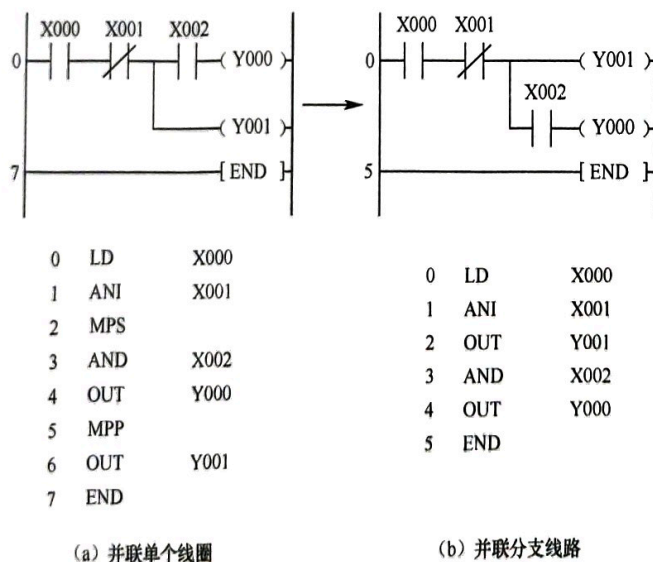

图 3-38 避免出现分支点
(5) 尽量避免出现分支点梯形图，如图 3-38 所示，将两个输出继电器并联时的上下位置互换，可减少指令条数。